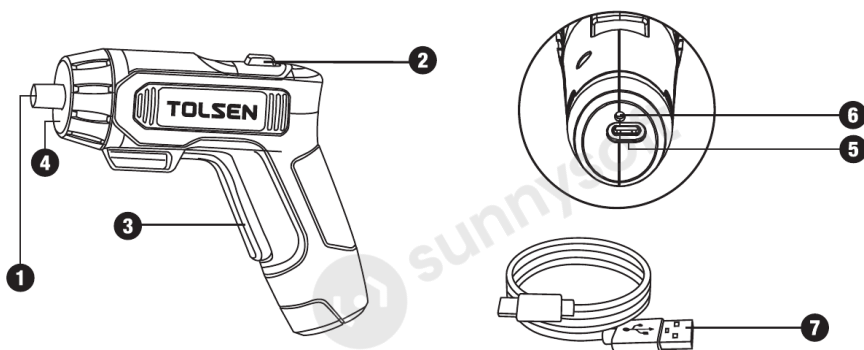

Fig. 1
1. Pentru a încărca șurubelnița, introduceți conectorul încărcătorului în mufa de încărcare ❺ din partea de jos a mânerului și conectați încărcătorul la o priză de rețea.
2. Indicatorul ❻ (fig. 1) se aprinde și semnalează că acumulatorul se încarcă. Când încărcarea s-a terminat (indicatorul luminează verde), deconectați încărcătorul de la priză și de la șurubelniță.
3. Introduceți un bit în suportul pentru biți ❶. Cu comutatorul ❷ selectați sensul de rotație dorit (comutatorul blochează totodată sensul de rotație) și apăsați trăgaciul ❸ pentru a porni șurubelnița. La prima apăsare a trăgaciului se aprinde lumina LED ❹.
4. După terminarea lucrului, scoateți bitul din suportul pentru biți; la nevoie, apăsați totodată manșonul de eliberare rapidă (fig. 1). Curățați șurubelnița și puneți toate piesele în cutia de depozitare. Depozitați cutia într-un loc sigur, uscat și inaccesibil copiilor.